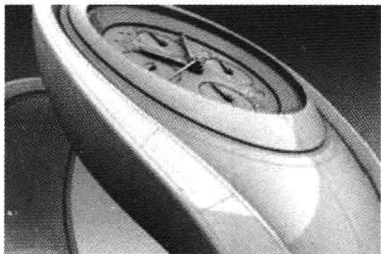

图 1-11 模型评估
**模型评估**——利用边界补丁、曲率和半径分析等功能检验所建曲面的质量。这可以确保几何体能够被 CAD 程序使用，同时满足制造需求。用户可以利用 Alias 分析工具来调试模型，其能够立即提供数字或图表反馈，让用户快速验证曲曲情况，如曲率图、斑马条纹和拔模角等，如图 1-11 所示。